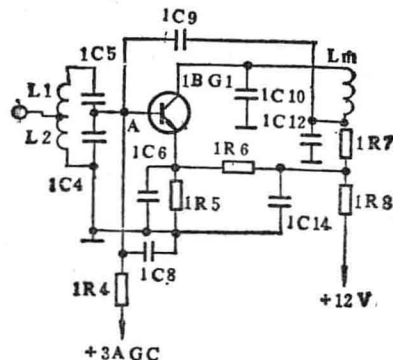

图 1-9
打开调谐器测各晶体管各极电压，发现高放管基极电压从正常的 3V 左右降到 1.95V，从图 1-9 所示的高放级电路中可以看出，使基极电压降低有三个可能：(1) 晶体管 b、e 击穿；(2) 1C4 漏电；(3) 1C8 漏电。逐一焊下以上元件测量，发现 1C8 的绝缘电阻降为 7kΩ，说明已经漏电。